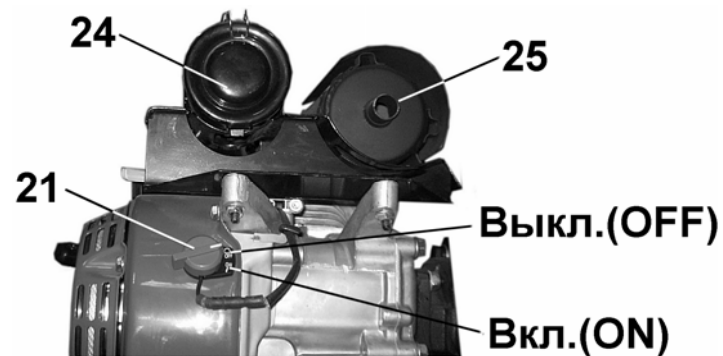

Рис.6
9.4. Переведите ручку выключателя двигателя (21) в положение «ВКЛ», Рис.6.
9.8. Выключение двигателя производится поворотом ручки выключателя двигателя (21) в положение «ВЫКЛ» только при положении ручки газа (9) на минимальных оборотах двигателя, Рис.6.